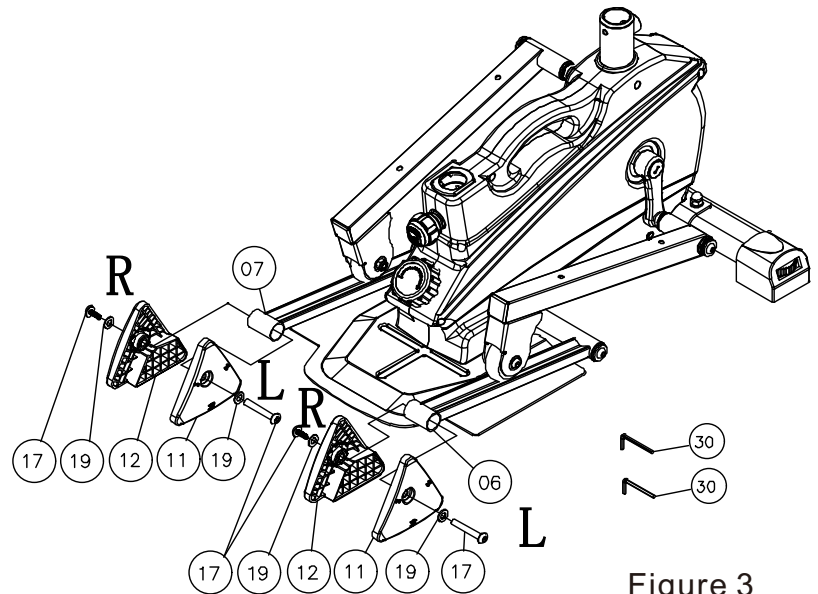

Figure 3
3. Utilisez deux vis n°17 pour visser et deux rondelles plates n°19 pour fixer les sièges de réglage triangulaires n°11 et n°12 aux extrémités avant des supports de réglage gauche et droit n°06 et n°07. Comme illustré à la Figure 3 :